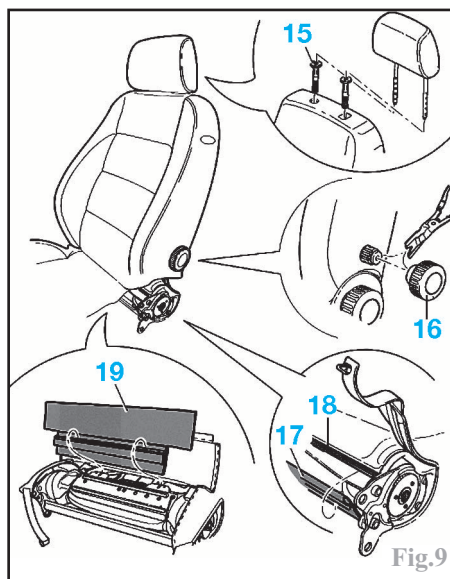

Fig.9
- les guides (15) des tiges de l'appui-tête du dossier (Fig.9).